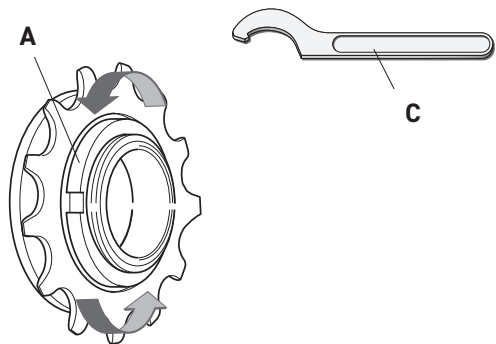

図9
- ・ 先端がスクエアのフック・レンチ (C - 図9) を使用し、ロック・リング (A - 図9) を締め付けます。